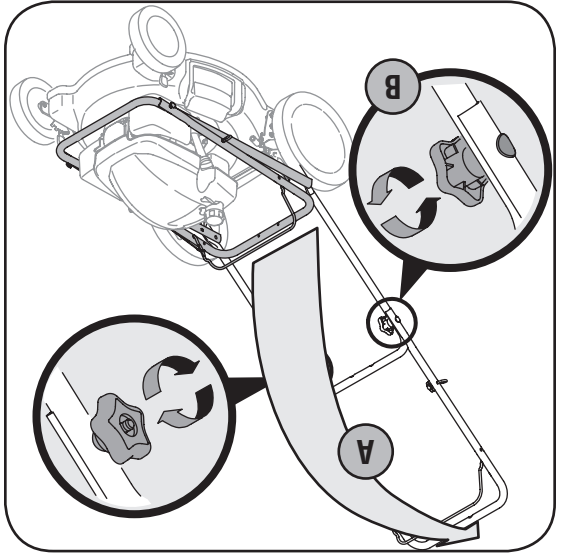

Figure 3-2
a. Redressez le guidon supérieur vers vous pour le faire passer de la position A à la position de travail B. Voir la Figure 3-2.